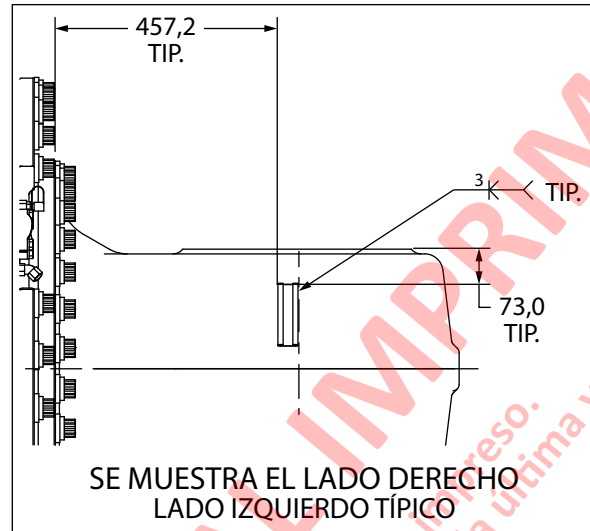

FIGURA 3-28. MEDICIÓN DEL CANAL DE LA ABRAZADERA
2. Verifique la ubicación de los canales de las abrazaderas. Mida el borde superior trasero del canal y la superficie del husillo superior. Verifique la distancia desde la superficie trasera del canal de la abrazadera hasta la cara trasera de la brida del husillo, como se muestra en la Figura 3-28.